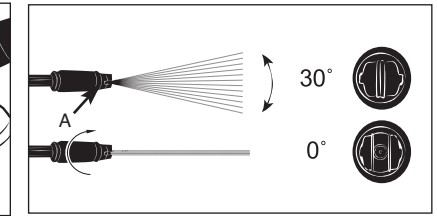

Fig. 4-3A
The spray angle can be adjusted from 0° to 30° by twisting the spray nozzle (A). (Fig. 4-3A)
L'angle de sprayage peut être réglé de 0° à 30° par rotation (A). (Fig. 4-3A)